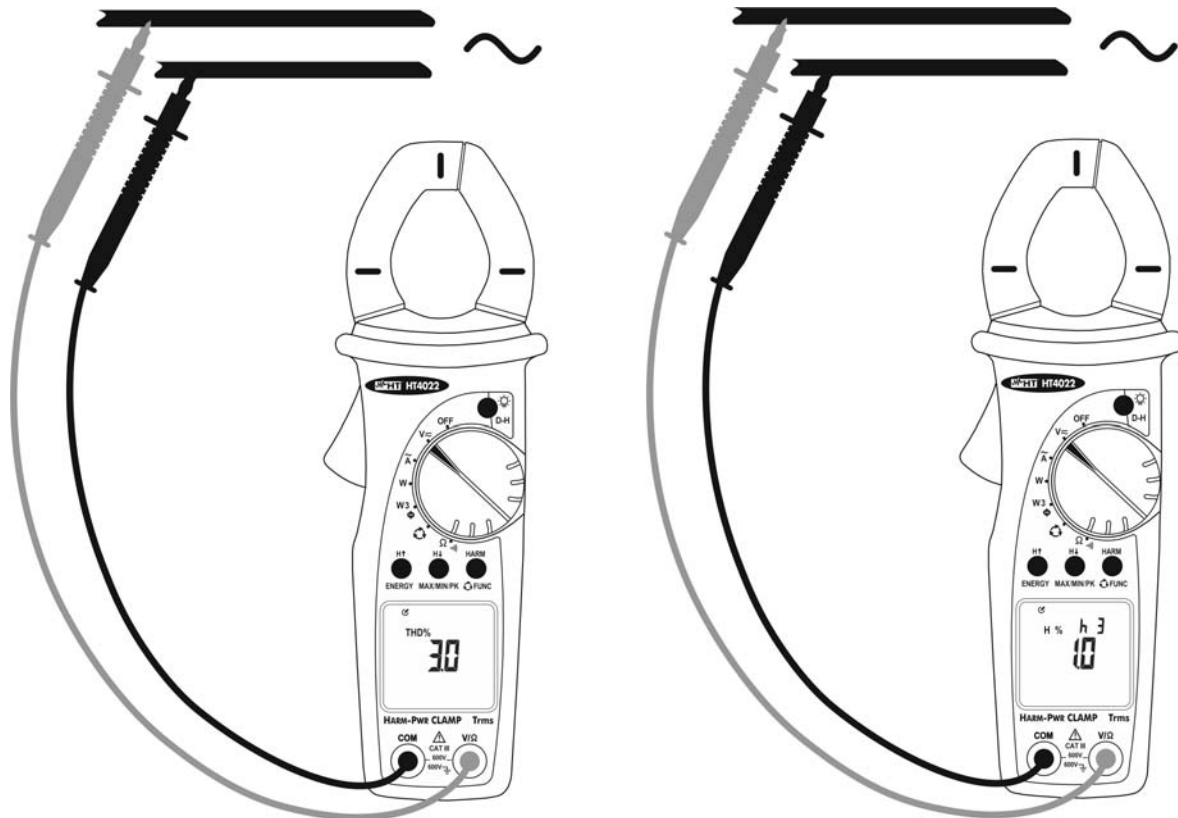

Fig. 6: Uso dello strumento per misura di armoniche di tensione AC
4. Posizionare i puntali nei punti desiderati del circuito in esame (vedere Fig. 6). Lo strumento visualizza il simbolo "**THD%**" corrispondente alla misura percentuale della Distorsione Armonica Totale per la tensione in esame (per il significato delle grandezze misurate vedere il § 8).